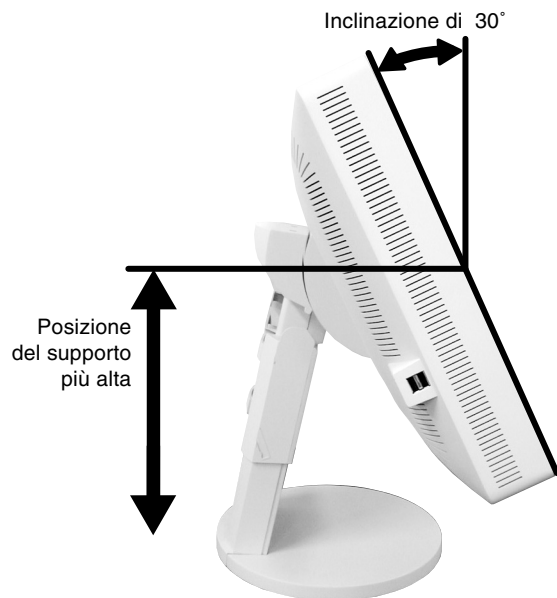

Figura C.2
4. Appoggiare le mani su entrambi i lati del monitor per inclinare lo schermo LCD di 30° e alzarlo alla posizione più alta (**Figura C.2**).